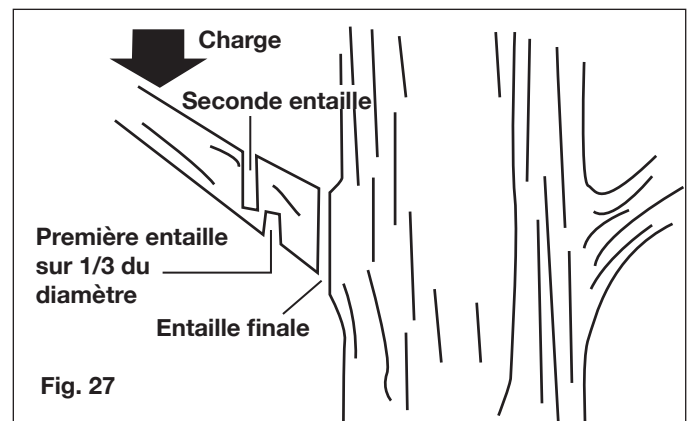

Fig. 27
- La première entaille doit être pratiquée dans la partie inférieure de la branche, sur 1/3 de son diamètre. La seconde entaille doit être pratiquée dans la partie supérieure de la branche pour la faire tomber (Fig. 27). Préparez-vous à compenser le poids de la scie à chaîne à manche télescopique quand la branche tombe.